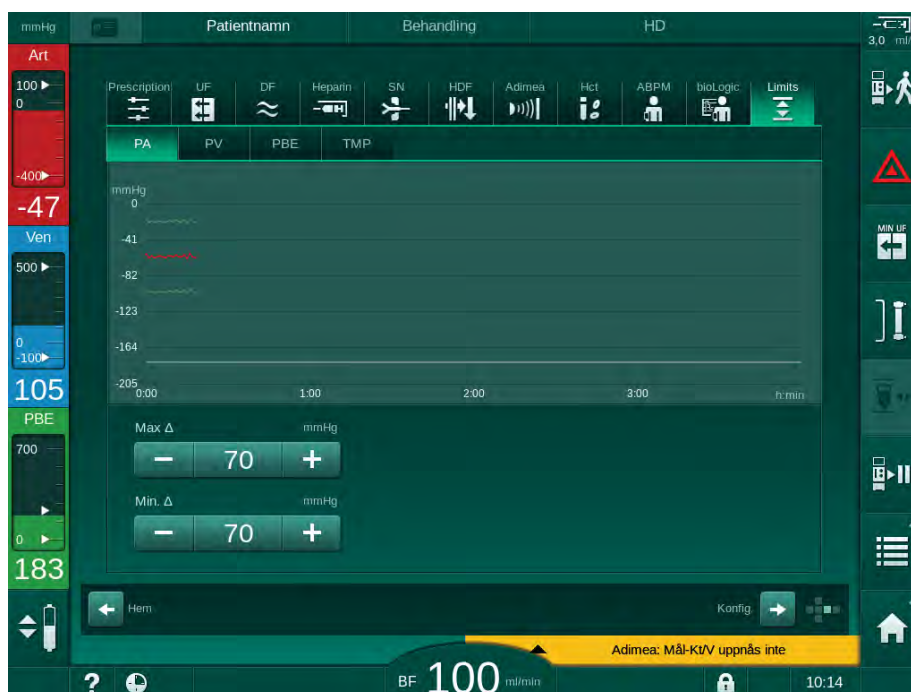
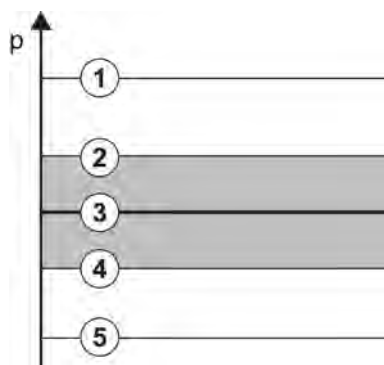

Bild 5-20 Exempel på tryckgränser på skärmen *Inmatning*
Bild 5-21 Tryckgränser
Tryckvärdena övervakas med hjälp av gränsfönster (grått fält i Bild 5-21 ) som definieras genom respektive avstånd mellan det faktiska värdet ③ och de undre ④ och övre ② gränserna (Min./max. deltavärden). Totalsumman av dessa två distanser är det samma som gränsfönstrets bredd, dvs. som i exemplet i Bild 5-20 :  $70 + 70 = 140$  (mmHg).